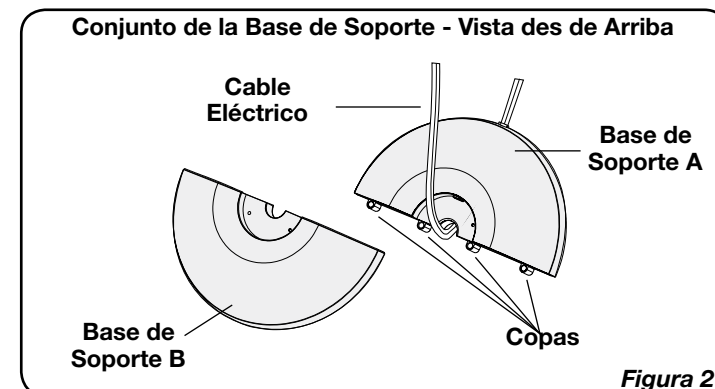

Figura 2
- Arme las Bases de Soporte, introduciendo las Copas en la Base de Soporte A en los Orificios De Copas de la Base de Soporte B. Pase el Cable de Electricidad por el orificio grande en el centro del Conjunto de la Base de Soporte. (Figura 2)